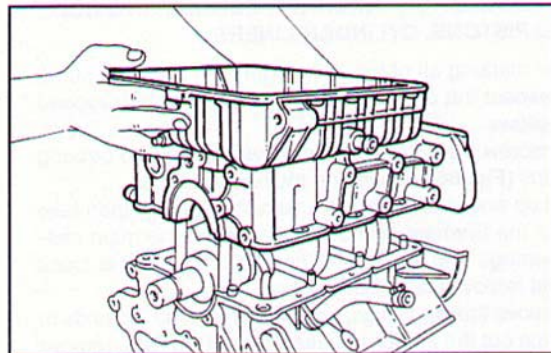

Fig. 84 ▲
- sfilare il sottobasamento (Fig. 84) e rimuovere i semianelli di rasamento;
- lift out the crankcase (Fig. 84) and remove the shim half-rings;